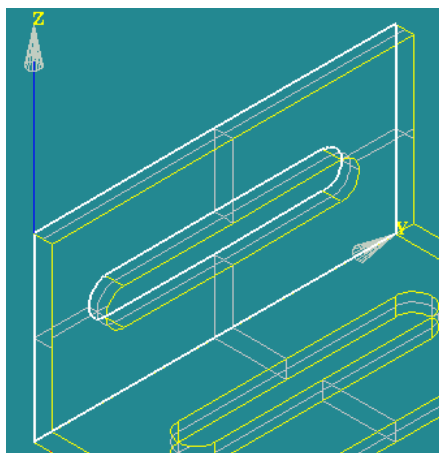

図 14 : 荷重作用面の選択
- ③ 次に荷重作用部分のグループ作成を行う。
1. 「Shape Type」は、②の 1 と同様に面に荷重を作用させるため、左から 3 番目にチェックをいれる。
3. ②の 3 と同様の操作を行う。なお、すでに「sample.step_1」表示されている場合は、確認し次へ進む。
4. 図 14 に示される面を選択する。
5. ②の 5 と同様にし、「Apply and Close」をクリックし、荷重作用部分のグループ作成は終了。